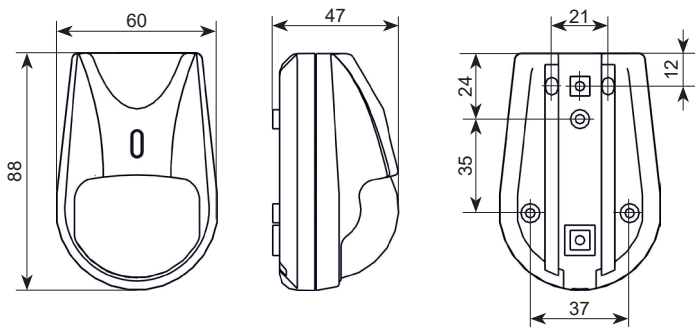

Рисунок 5
- Выбрав место установки, проведите разметку отверстий для монтажа (рис. 5) с учетом положения отверстий в основании извещателя (кронштейне), просверлите отверстия в месте установки.